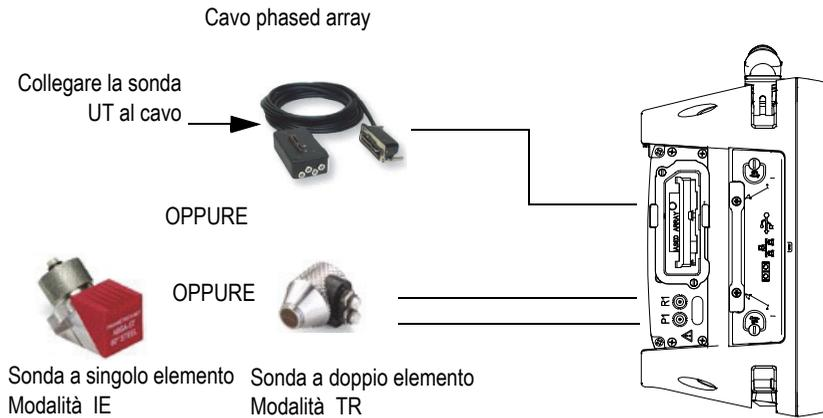

Figura 1-5 Esigenze per il collegamento della sonda UT
Il software OmniScan MXU combina la modalità operativa ad ultrasuoni convenzionali (UT) con quella phased array (PA). In funzione del modulo installato nella parte posteriore dell'OmniScan MX2, è possibile utilizzare le sonde UT o PA. Connettere le sonde UT ai connettori UT come illustrato nella Figura 1-5 a pagina 26. Utilizzare una sonda a doppio elemento per la modalità trasmissione-ricezione (TR). Mediante un adattatore, è possibile collegare una sonda UT nel connettore PA.